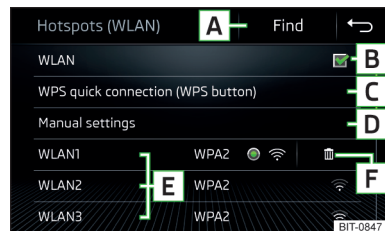

Fig. 216
Când funcția WLAN este activată, se afișează o listă a hotspot-urilor disponibile sau a celor cuplate mai înainte, cu următoarele informații și suprafețe de comandă funcții » fig. 216.
- Afișați lista hotspoturilor disponibile, eventual actualizați lista prin atingerea scurtă a suprafeței de comandă funcții **Căutare** - **A** » fig. 216.